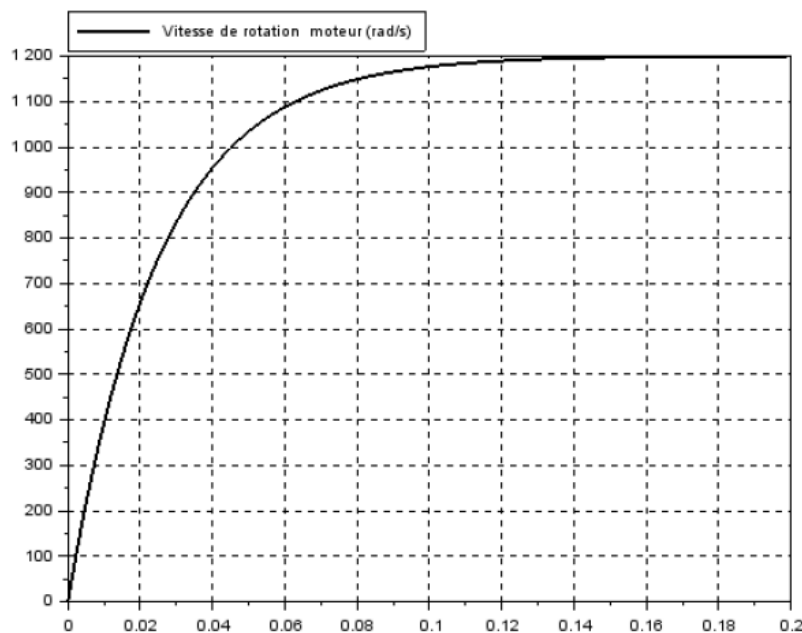

FIGURE 1 – Réponse de la vitesse de rotation  $\omega_m$  pour une entrée en échelon d'amplitude  $U_0 = 24V$  ( $F_p = 0N$ )
La figure 1 donne la réponse de la vitesse de rotation  $\omega_m$  pour une entrée en échelon d'amplitude  $U_0 = 24V$  ( $F_p = 0$ ).
**Question 5:** A partir des figures 1 et 2, déduire, en justifiant, les valeurs numériques de  $K_F$ ,  $K_U$  et  $\tau_F$ .